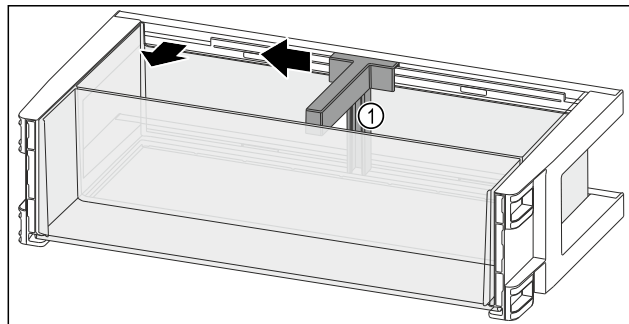

Fig. 131
- ▶ Сместите держатель для бутылок Fig. 131 (1) до выемки в сторону.
- ▶ Извлеките держатель для бутылок Fig. 131 (1).